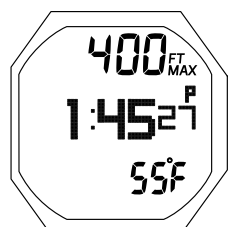

Fig. 109 - ÉCRAN SECONDAIRE PLONGÉE GAUG
**ÉCRAN SECONDAIRE PLONGÉE GAUG** : paramètres affichés (Fig. 109)